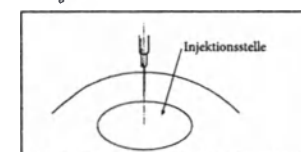

ABBILDUNG 10
- Eine frische, sterile hypodermische 21G-Kanüle (oder kleiner) mit einer standardmäßigen Abschärfung von 12° in die Injektionsstelle einführen. Im Idealfall sollte die Kanüle senkrecht zum Dom der Injektionsstelle eindringen (siehe Abb. 10).